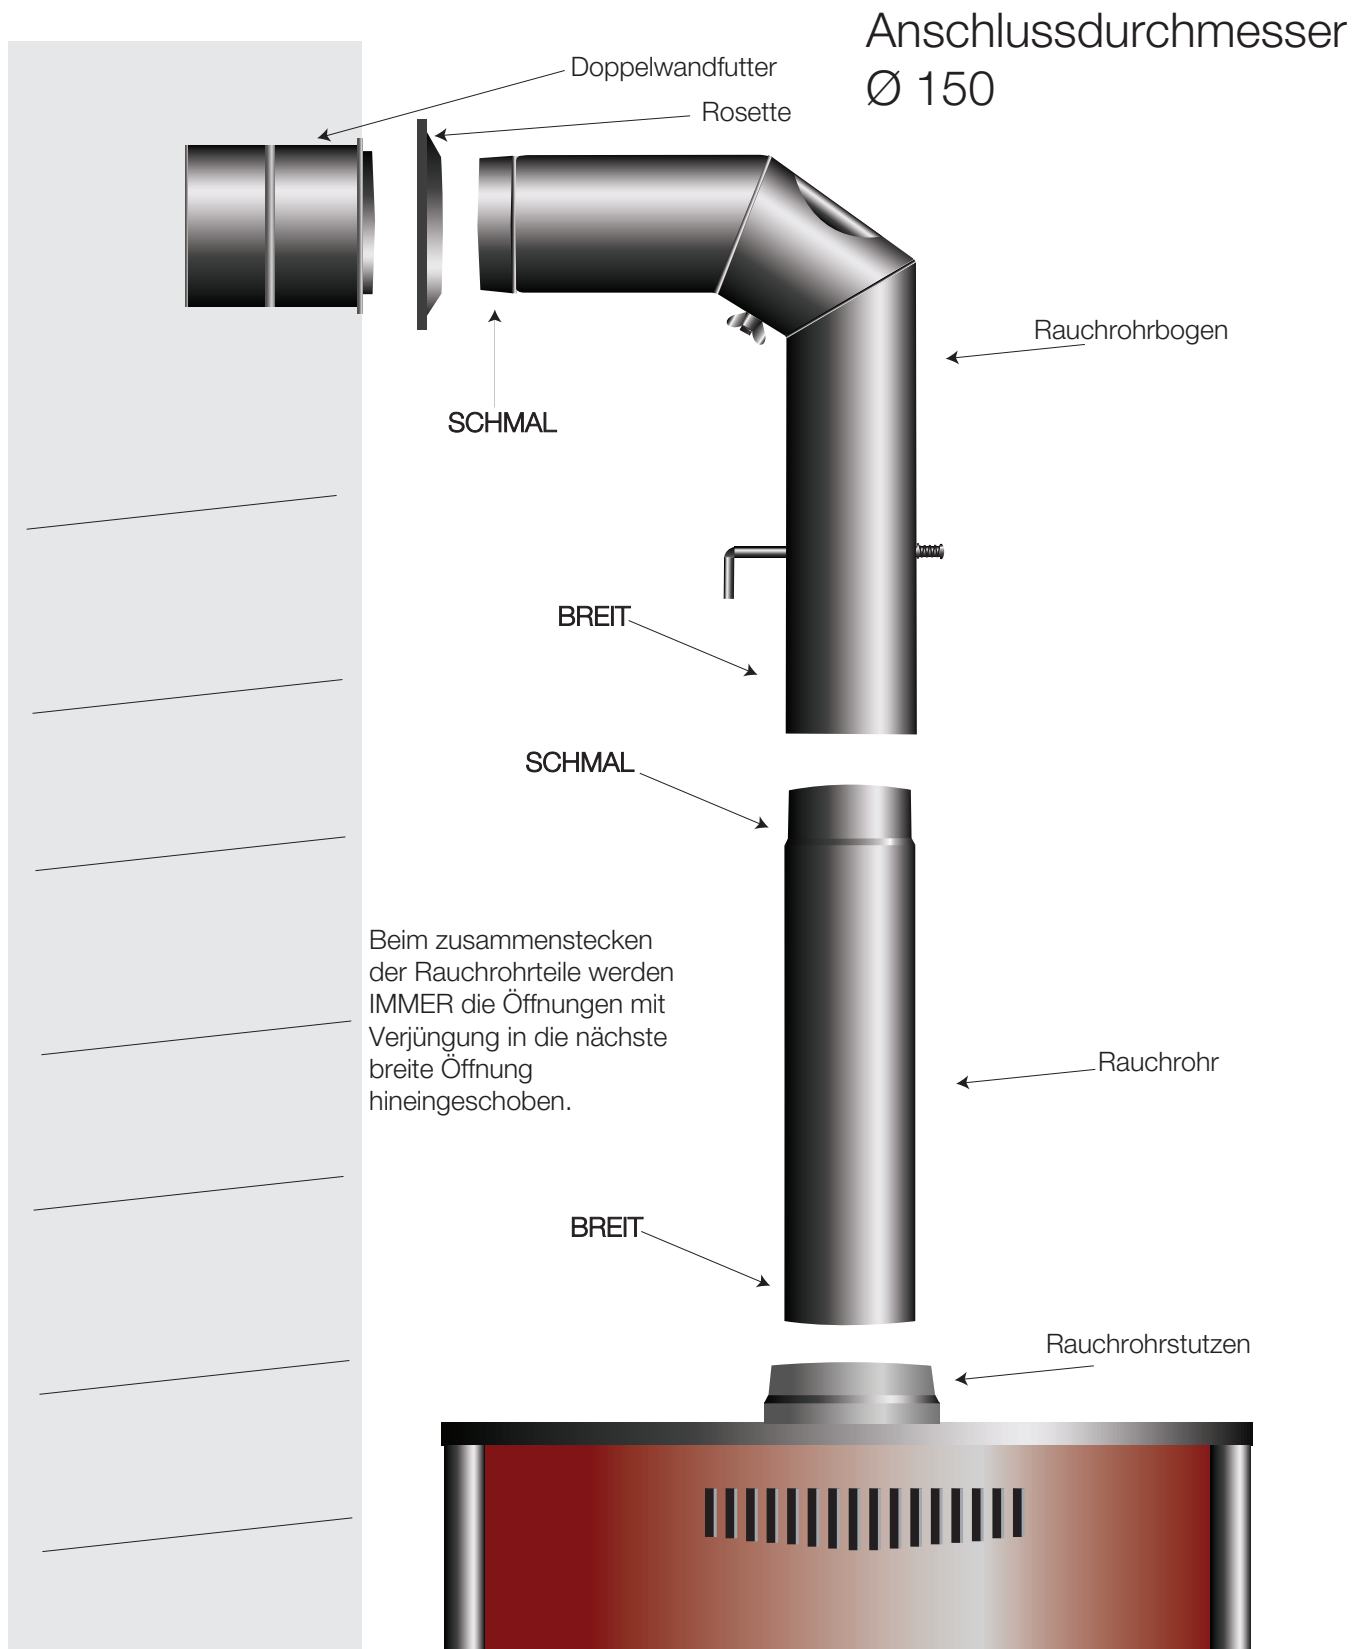

Abbildung 1 Rauchrohranschluss
2. Abbildung 1 Anschluss des Kaminofens an den	Seite 4